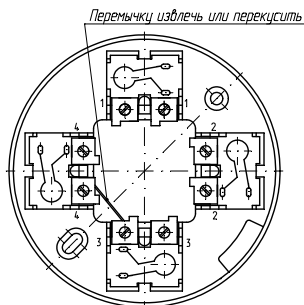

Рисунок 1
6.10 **ВНИМАНИЕ! ЕСЛИ ИЗВЕЩАТЕЛЬ ПОСТАВЛЯЕТСЯ С ПЕРЕМЫЧКОЙ (СМ. РИСУНОК 1), ТО ПОСЛЕ ПРОВЕРКИ ЦЕЛОСТНОСТИ ШЛЕЙФА СИГНАЛИЗАЦИИ ПЕРЕМЫЧКУ НЕОБХОДИМО ИЗВЛЕЧЬ ИЛИ ПЕРЕКУСИТЬ.**